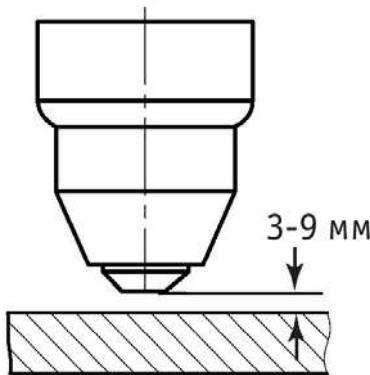

Рис. 9.6. Выбор расстояния от сопла плазмотрона до разрезаемого изделия.
- Расстояние до разрезаемого изделия (См. рис. 9.6).